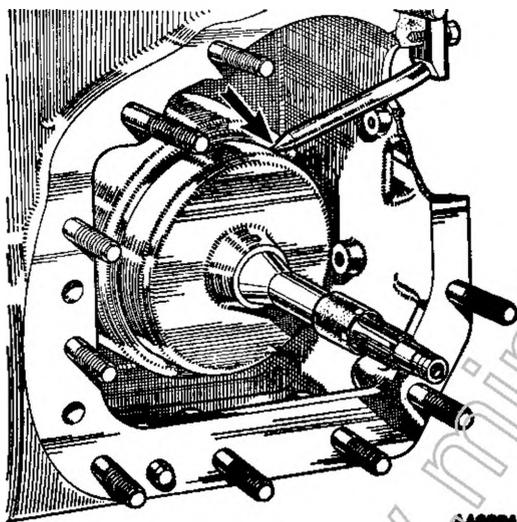

Fig. Fa. 19
4. Togliere il complessivo di comando del regolatore dalla scatola della trasmissione ed installare l'attrezzo 18G 1097 (vedi figura Fa. 19).
31. Disporre il manicotto di plastica sugli anelli sull'albero della frizione in avanti e rimontare la frizione. Se si effettua la sostituzione di un modello precedente con uno di tipo più recente, occorrerà sostituire altresì la valvola di arresto della retromarcia (vedi punto 10). Installare l'attrezzo 18G 1097 per trattenere in corretta posizione la frizione in avanti (vedi figura Fa. 19).